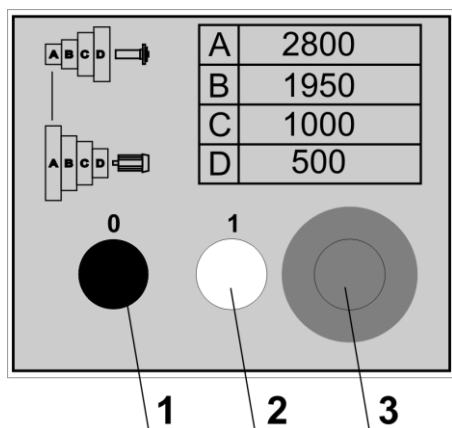

Рисунок 5.
3. Красная кнопка «Стоп» (кнопка аварийного отключения станка 3 рис. 5.)
Станок запускается нажатием белой кнопки 2, выключается при помощи черной кнопки 1. Кнопка «Стоп» (3 рис. 5.) обеспечивает экстренное отключение станка.
Запустите станок на низких оборотах шпинделя (позиция **D** рис. 5.). Если работа станка не сопровождается каким-либо посторонним звуком, увеличьте скорость вращения. Дайте станку поработать на холостых оборотах по